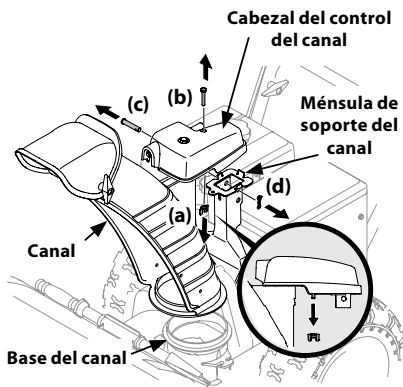

Figura 2-17
1. Retire la tuerca de mariposa (a) y el tornillo hexagonal (b) del cabezal de control del canal, y el pasador de control del canal (c) y el pasador de chaveta (d) de la ménsula de soporte del canal. Ubique el conjunto del canal (mirando hacia adelante) sobre la base del canal. Consulte Figura 2-17.